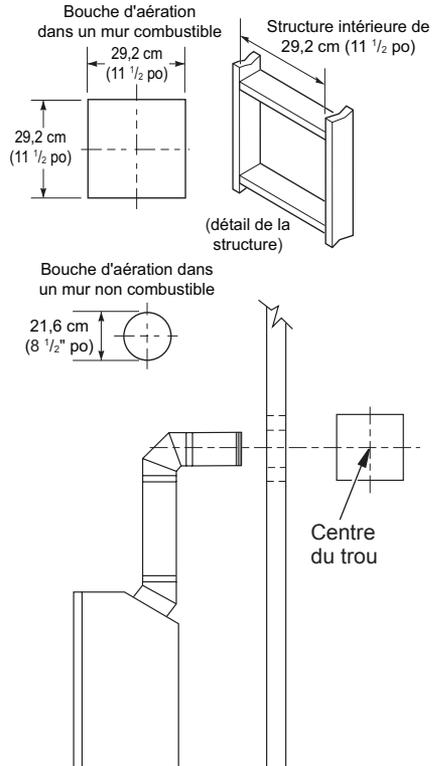
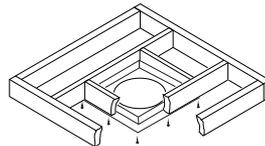

Figure 9 - Conditions d'installation de la bouche d'aération
Figure 20 - Installation du coupe-feu
5. Déterminez soigneusement l'emplacement où l'assemblage du conduit de ventilation devra pénétrer le mur extérieur. Le centre du trou devra s'aligner avec l'axe central du conduit de ventilation horizontal. Marquez un carré de 29,2 x 29,2 cm (11 1/2 po x 11 1/2 po) sur le mur pour le trou. Coupez et encadrez le trou carré sur le mur extérieur où la bouche d'aération se terminera. Si le mur à pénétrer est fait de matériel non combustible, comme de la maçonnerie ou du béton, un trou de 21,6 cm (8 1/2 po) sans dégagement sera acceptable (voir figure 9).
1. Percez un trou carré de 29,2 cm (11 1/2 po) dans le plafond avec le trou de positionnement comme centre. L'ouverture devra être encastrée avec des dimensions intérieures de 29,2 x 29,2 cm (11 1/2 x 11 1/2 po), comme illustré à la figure 9 à la page 10, avec du bois d'œuvre de charpente des mêmes dimensions que les solives de plafond. Si la surface au-dessus du plafond est du plafond isolé ou un grenier clouez un coupe-feu par le dessus. Ceci empêche l'isolation de tomber dans l'espace de dégagement nécessaire. Si la surface au-dessus du plafond est une pièce d'habitation installez un coupe-feu en-dessous du trou encastré. Le coupe-feu devra avoir pas moins de trois clous par côté (voir figure 20).
3. Percez un trou dans la toiture avec le trou de positionnement comme centre (couvrez tous les conduits de ventilation exposés avant de percer le trou dans la toiture). Le trou de 29,2 x 29,2 cm (11 1/2 x 11 1/2 po) doit être mesuré à l'horizontale ce qui fait que la longueur réelle pourrait être plus grande selon la pente de la toiture. Le conduit de ventilation doit avoir un dégagement de 2,5 cm (1 po) par rapport aux matériaux combustibles. Encastrez l'ouverture comme illustré à la figure 9, page 10.